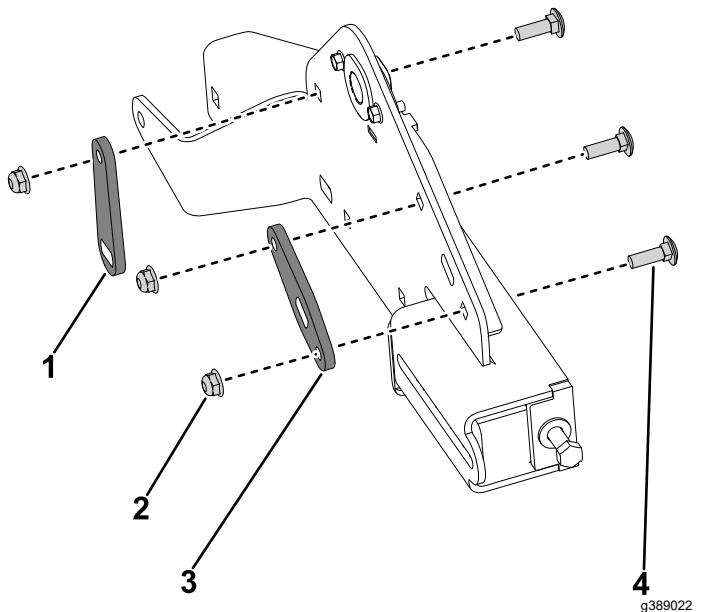

Figura 29
4. Instale la nueva placa de barra de pivote en la sujeción de la oruga y fíjela con 2 pernos de cuello cuadrado ($\frac{5}{16}'' \times 1''$) y 2 contratuercas ($\frac{5}{16}''$) nuevos (Figura 29).
5. Instale la nueva placa de sujeción en la sujeción de la oruga y fíjela con el perno de cuello cuadrado ($\frac{5}{16}'' \times 1''$) y la contratuerca ($\frac{5}{16}''$) nuevos (Figura 29).